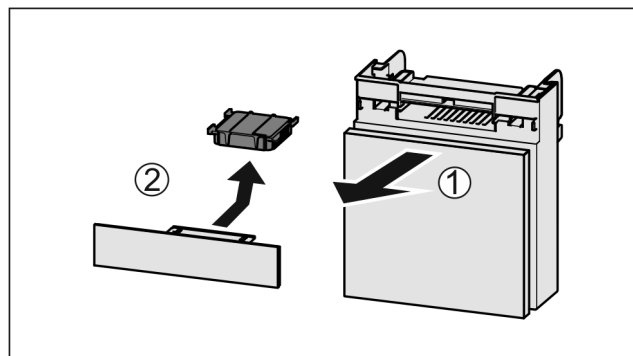

Fig. 138
- Pretinac izvucite Fig. 138 (1) prema naprijed.
- Izvadite filtari s aktivnim ugljenom Fig. 138 (2).